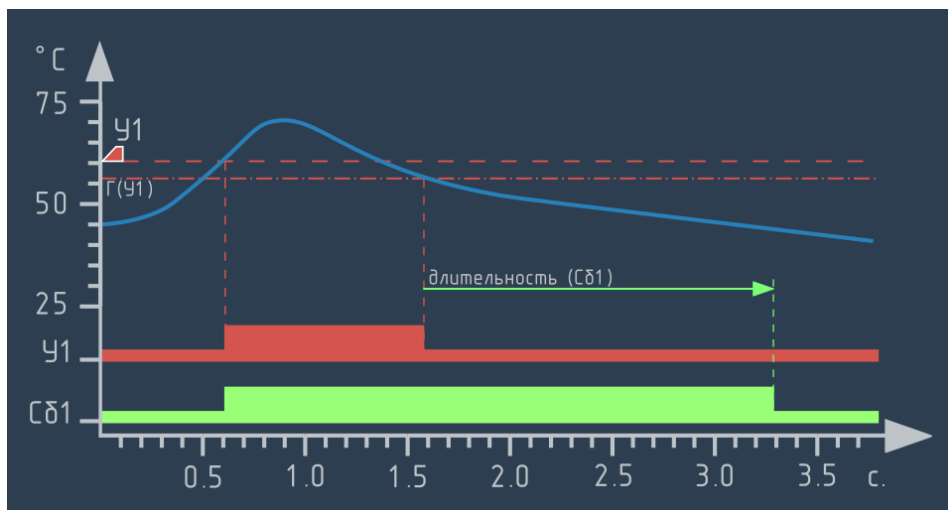

Рисунок 6.81 – График работы события для которого установлена "длительность" 1,7 с.
- ▶ **"по времени"** – длительность устанавливается в абсолютных единицах (см. рисунок 6.81);